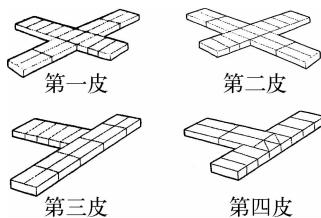

图 1-46 一砖墙接头示意图
(1) 组砌方法很多,实心砖砌体,采用满顺满丁、一顺一丁、梅花丁、三顺一丁等砌筑形式。
(2) 实训中可选用一顺一丁组砌形式,若砖规格不理想,可选用梅花丁式。
(3) 确定接头方式。采用一顺一丁组砌形式砖墙的 S 接头形式等(图 1-46、1-47)。